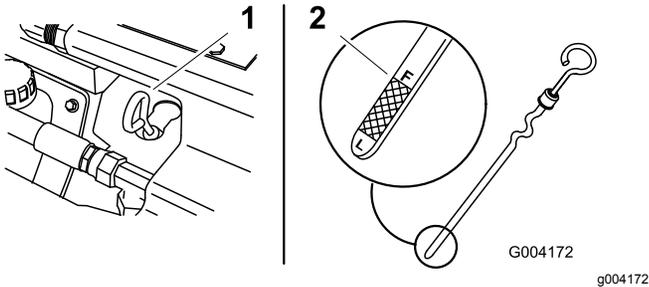

Рисунок 35
4. Очистите область вокруг масломерного щупа (Рисунок 35).
5. Вытяните масломерный щуп и вытрите металлический конец начисто (Рисунок 35).
6. Вставьте щуп в масломерную трубку до упора (Рисунок 35).